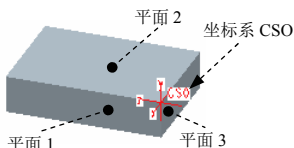
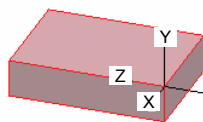

图 5.19.30 由三个平面创建坐标系
图 5.19.31 产生坐标系
如图 5.19.30 所示，现需要在三个垂直平面 (平面 1、平面 2 和平面 3) 的交点上创建一个坐标系 CSO，操作步骤如下。
Step3. 选择三个垂直平面。如图 5.19.30 所示，选择平面 1；按住键盘的<Ctrl>键，选择平面 2；按住<Ctrl>键，选择平面 3。此时系统就创建了图 5.19.31 所示的坐标系，注意字符 X、Y、Z 所在的方向正是相应坐标轴的正方向。